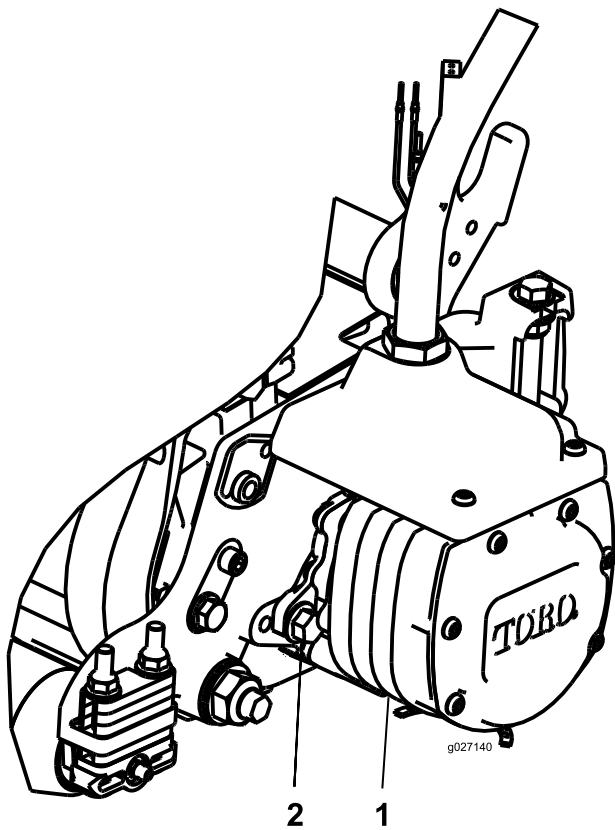

図 24
- 3. モータのフランジがカッティングユニットのボルトをかわすようにモータを右回しにひねる(図 24)。